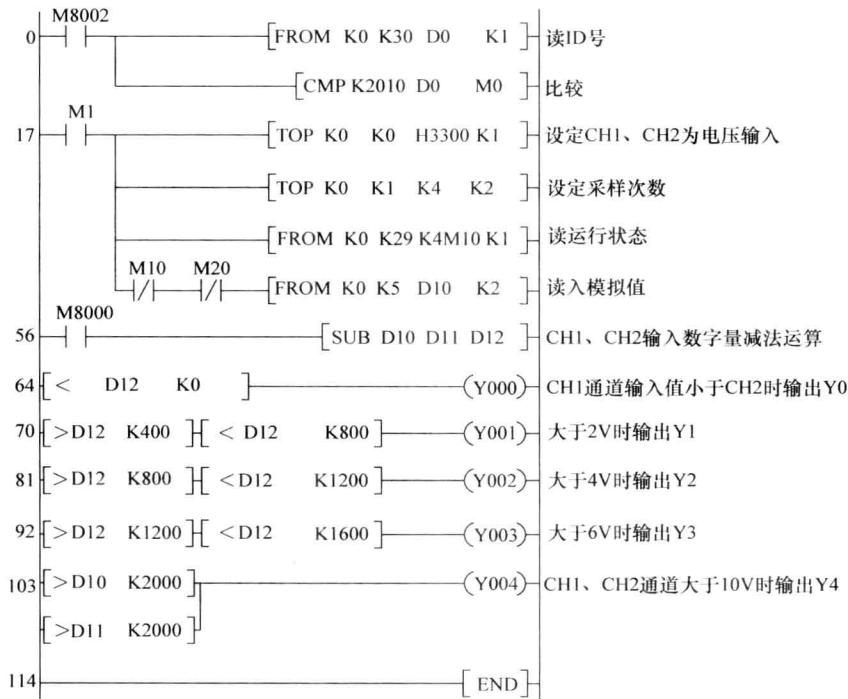

图 6-6 系统程序
根据系统控制要求、I/O 分配，其系统程序如图 6-6 所示。
2) 按图 6-6 编制程序，并写入 PLC。
- 3) 图 6-6 所示程序中未设计起动 (X0) 和停止 (X1) 信号，请完善设计程序。